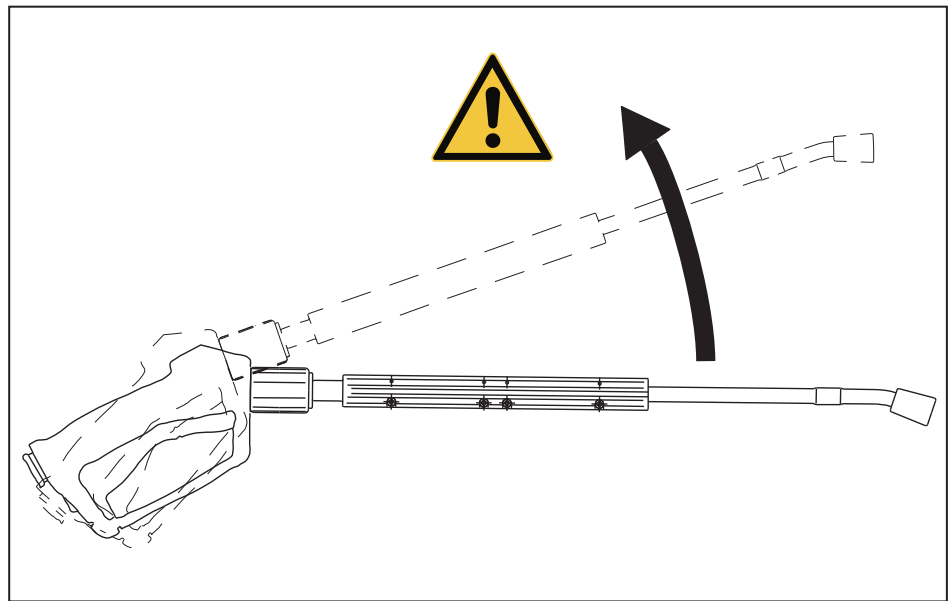

Abb. 6 - 7 Rückstoßkraft beim Einschalten der Abschaltpistole
Nach Aktivierung der Abschaltpistole übt der austretende Wasserstrahl eine ruckartige Rückstoßkraft aus (siehe auch Abb. 6 - 7).
- ▶ Triggerhebel (3, Abb. 6 - 2 bei Serie HSC-Elektro, bzw. 2, Abb. 6 - 3 bei Serie HSC-Elektro FR) der Abschaltpistole entriegeln und ziehen.
- bei Serie HSC-Elektro den Hauptschalter Start - Stop (1, Abb. 6 - 1) in Stellung 1 bringen
- bei Serie HSC-Elektro FR den Taster Start - Stop (1, Abb. 6 - 1) betätigen. Die Tasterbeleuchtung ist an.